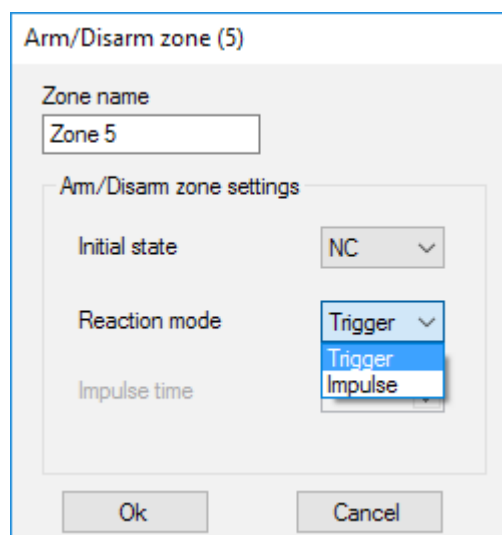

Imagen 22. Ajustes de la zona de armado/desarmado
**La zona de armado/desarmado** está destinada a conectar mandos SpaceControl (Imagen 22). Tenga en cuenta que Keypad no se puede conectar al módulo de integración ocBridge Plus.